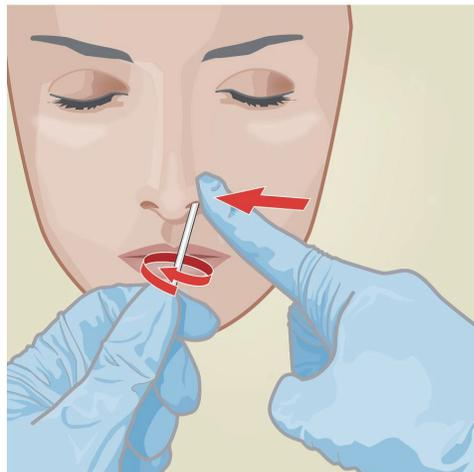

Abbildung 2. Entnahme des nasalen Abstrichs aus dem ersten Nasenloch
1. Einen Nasentupfer 1 bis 1,5 cm weit in ein Nasenloch einführen. Den Tupfer 3 Sekunden lang gegen die Innenwand des Nasenlochs drehen und mit einem Finger gleichzeitig von außen gegen das Nasenloch drücken (siehe Abbildung 2).